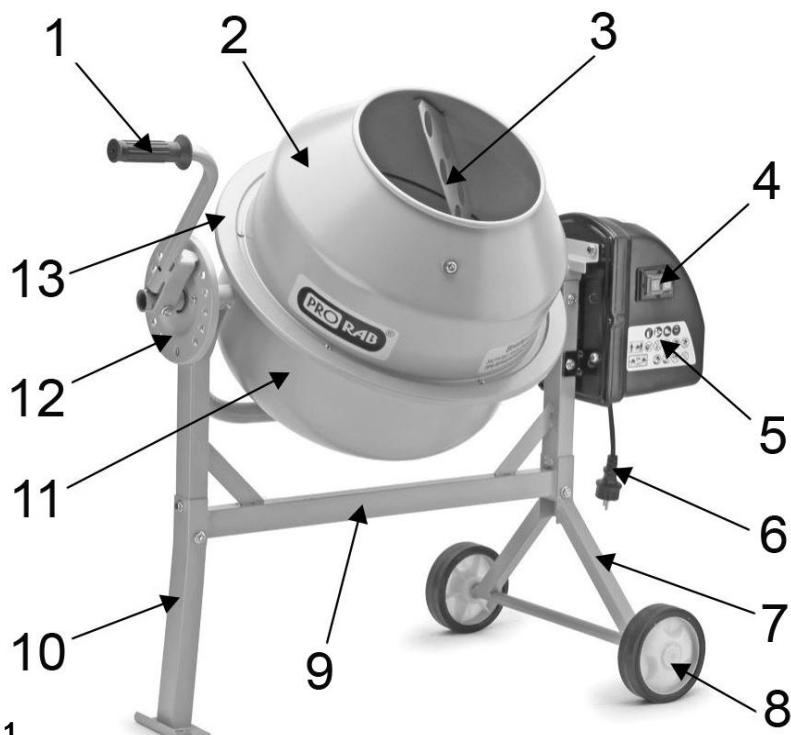

Рис. 1
- Наденьте на оси колесной стойки (7)(См. Рис.1; 2) по колесу с каждой стороны. Зафиксируйте их с помощью стопоров – шплинтов.
- К несущей балке (9)(См. Рис.1) присоедините дополнительную опору. Зафиксируйте ее положение винтами (M8x40 и M8x45). Крепко затяните винты (См. Рис.3).
- Соедините раму с колесной стойкой (7)(См. Рис.1; 4). Зафиксируйте ее положение винтами (M8x40 и M8x45). Крепко затяните винты.
- Осторожно поместите нижний барабан (11)(См. Рис.1) на стойку, так чтобы подшипники попали в соответствующие пазы (См. Рис.5).
- Поместив верхний барабан (2)(См. Рис.1) на обод нижнего барабана (11)(См. Рис.1; 7), убедитесь в совпадении пазов и стрелок, а так же и свободном вращении лопастей внутри барабана.
- Установите диск-фиксатор (12)(См. Рис.1) на место крепления.
- Прикрепите рукоятку контроля угла наклона барабана (1)(См. Рис.1; 9). Зафиксируйте ее положение винтом M8x50.
- Трансмиссия с электродвигателем закрыта защитным кожухом (5)(См. Рис.1;10).
- Перед началом эксплуатации нового бетоносмесителя, или бетоносмесителя после продолжительного хранения, удостоверьтесь в правильном натяжении приводного ремня. Откройте крышку электродвигателя, открутив 6-ть винтов крепления кожуха (5)(См. Рис.1). Приводной ремень должен быть надет на шкив, прогиб ремня при нажатии на него пальцем в средней части должен быть в районе 0,5-1 см.
1. Подключите сетевой шнур (6)(См. Рис.1) бетоносмесителя к сети питания напряжением ~220 В / 50 Гц.
2. Нажмите на зеленую кнопку включения (4)(См. Рис.1), расположенную сбоку на защитном кожухе электродвигателя.
3. Для отключения – нажмите на красную кнопку (4)(См. Рис.1).
- Отключите электродвигатель бетоносмесителя, нажав красную кнопку выключателя (4)(См. Рис.1).
- Для выгрузки готовой смеси потяните на себя рукоятку наклона барабана (1)(См. Рис.1) и поверните барабан в нужную сторону выгрузки.